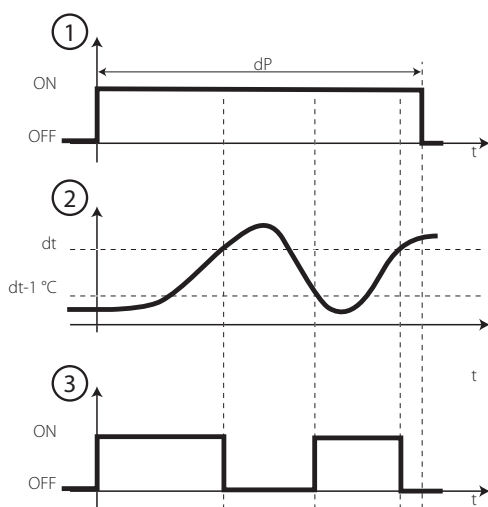

Fig. 4.g
- a tempo termostato (solo a resistenza); per un tempo programmabile: permette di attivare l'uscita di defrost solo quando la temperatura è al di sotto della soglia di fine sbrinamento, garantendo risparmio energetico e uno sbrinamento dell'evaporatore anche nelle situazioni più difficili (vedi Fig. 4.g).